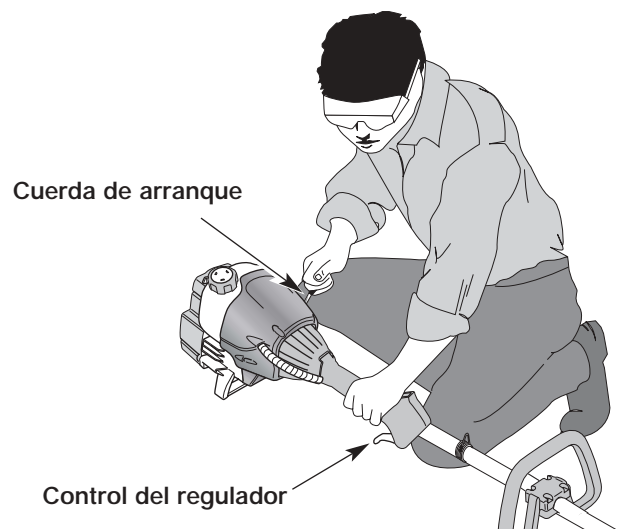

Figure 8
ADVERTENCIA: Evite los arranques accidentales. Colóquese en posición de inicio cuando tire de la cuerda de arranque (Fig. 8). El operador y la unidad deben estar en una posición estable al arrancar la unidad para evitar graves lesiones personales.
5. Con la unidad en la posición de arranque (Fig. 8). **NO APRIETE EL CONTROL DE ACELERACIÓN**, hale la cuerda de arranque con fuerza 5 veces, la palanca EZ-Start™ debe estar hacia la izquierda. Si la unidad empieza a funcionar antes de la quinta tirada de la cuerda, avance hacia el Paso 6. Si el motor no comienza, regrese al Paso 3.
1. Saque la mano del control del regulador (Fig. 8). Deje enfriar el motor en mínima.